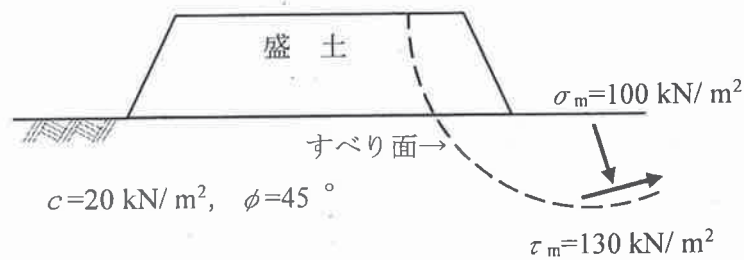

図5.1：すべり面の状況
(2) ある土について調べたら粘着力 $c=20 \text{ kN/m}^2$ ，せん断抵抗角 $\phi=45^\circ$ であった。図5.1に示すとおりに，この土のすべり面上には $\sigma_m=100 \text{ kN/m}^2$ と $\tau_m=130 \text{ kN/m}^2$ が作用している。この面で発揮することのできる土のせん断強さ τ を求めよ。